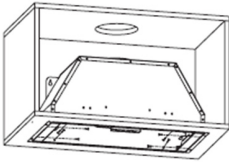

Fig. 9.
2. Según la ilustración 9, use 8 tornillos ST4\*14 para fijar el compartimento en el mueble desde el interior del compartimento. Asegúrese de que la parte inferior del compartimento esté firmemente fijada a la parte inferior del mueble.